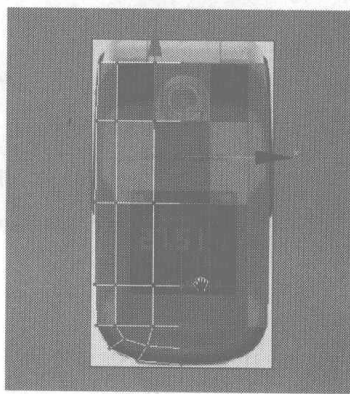

图 4.18
- 12** 将 Back 视图切换为 Front 视图，分别调整 Box 上的各节点，如图 4.18 所示。